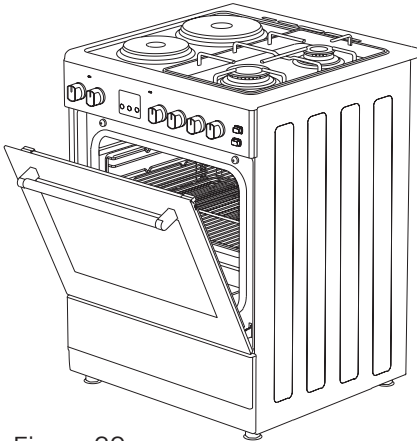

Figura 29
2. Coloque el panel de seguridad debajo del panel de control abriendo el cristal de la cobertura frontal del horno. (Figura 29)